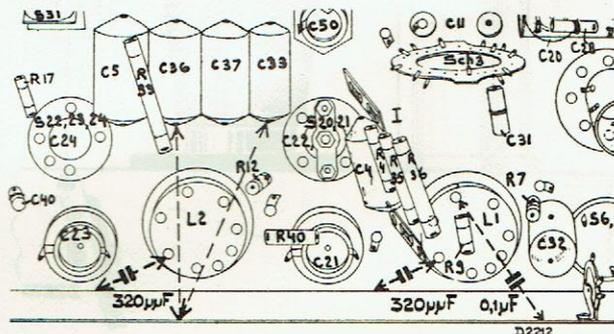

Fig. 3
5. Mettre le contrôle automatique du volume sonore hors service, en court-circuitant C33 et C36 (voir la fig. 3).
8. Dérégler le 3e circuit à l'aide d'un condensateur de 320  $\mu\mu\text{F}$  entre l'anode de L2 et le châssis (voir la fig. 3).
15. Dérégler le 1er circuit à l'aide d'un condensateur de 320  $\mu\mu\text{F}$  entre l'anode de L1 et le châssis (voir fig. 3).
9. Mettre à la terre la première grille de L1 à travers un condensateur de 0,1  $\mu\text{F}$  (voir fig. 3).
4. Mettre à la terre la première grille de L1 à travers un condensateur de 0,1  $\mu$ F (voir fig. 3).